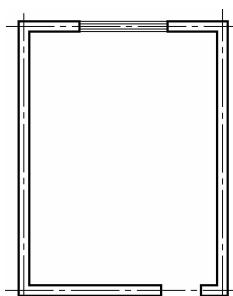

图 4-40 绘制门洞
(5)使用偏移命令(OFFSET)和修剪命令(TRIM)绘制门洞,如图 4-40 所示。